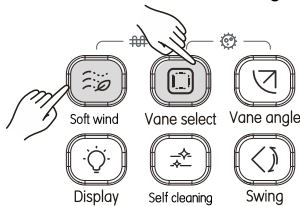

Abb. 3.20
- 1) Durch gleichzeitiges Drücken von  und  wird der Zusatzerhitzer eingeschaltet (siehe Abb. 3.20). Im Display erscheint das Symbol  ON.